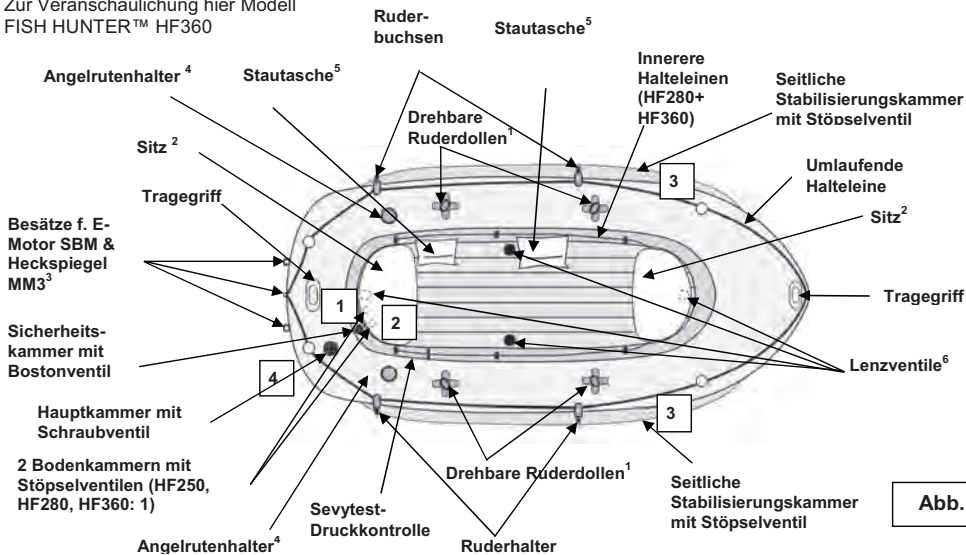

Abb. 1
- a) Bostonventil(e) (siehe Zeichnung): Schrauben Sie die Ventilverschlusskappe (1) ab. Schrauben Sie den Ventilkörper (2) in die Basis (3) und prüfen Sie, ob die Verschlusskappe zugänglich bleibt. Verbinden Sie das Schlauchende der Pumpe mit dem Ventil (verwenden Sie den passenden Adapter der Pumpe) und pumpen Sie die Kammer bis zum erforderlichen Betriebsdruck auf (siehe Punkt 3). Nach dem Aufpumpen die Ventilverschlusskappen fest anziehen (im Uhrzeigersinn).
2. Blasen Sie das Boot in der Reihenfolge auf, wie auf dem Typenschild aufgedruckt (siehe auch Abbildung 1 – Nummerierung der Ventile).